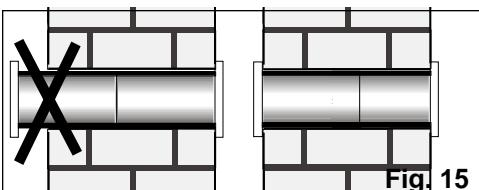

Fig. 15
- ❑ Si les accessoires sont trop longs, vous pouvez en couper un pour adapter l'ensemble à la dimension du mur, **Fig. 15.**